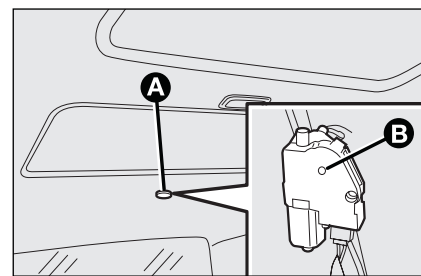

Рис. 78
- ☐ снимите защитную крышку **A**, см. **рис. 78**, расположенную на задней части внутренней обивки;